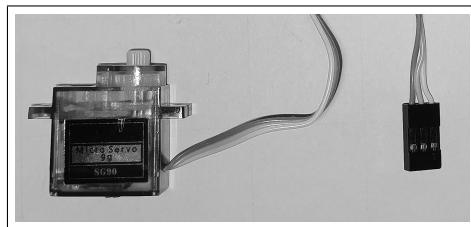

Abbildung 2: Servomotor SG90 (Quelle: eigene Aufnahme)
- Servomotoren: Zwei Micro Servo SG90 (Abb. 2 auf Seite 7)